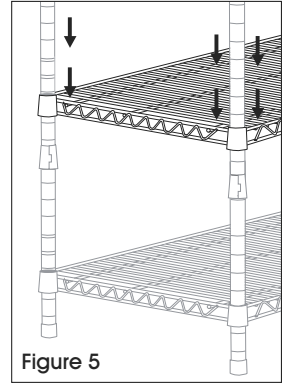

Figure 5
5. Déterminez la hauteur de la tablette suivante, installez les supports de tablette, puis ajoutez et fixez la tablette. Répétez cette étape pour installer les autres tablettes. (Voir Figure 5)